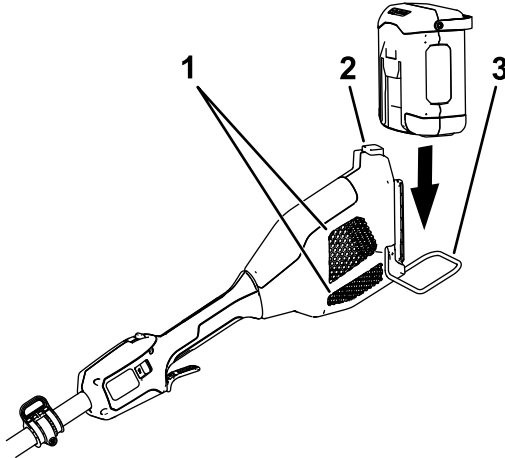

Bild 9
2. Vergewissern Sie sich, dass der Stangenschutzbügel abgesenkt ist, und richten Sie die Vertiefung im Akku auf die Zunge am Griffgehäuse aus (Bild 9).
3. Schieben Sie den Akku in den Griff, bis den Akku einrastet (Bild 9).